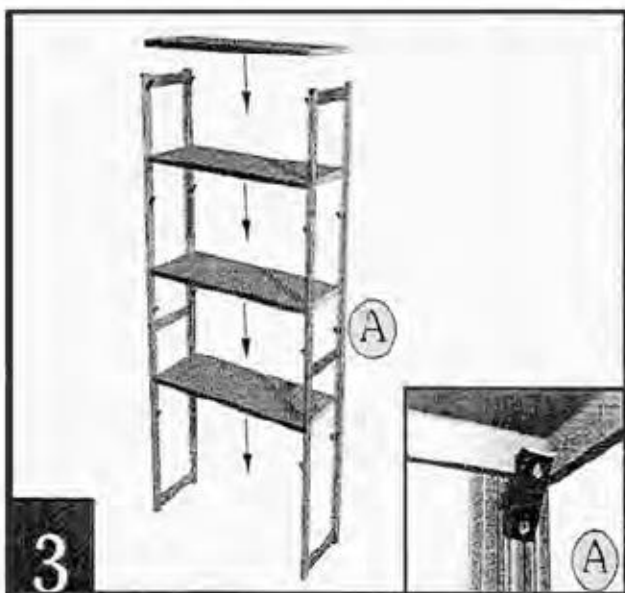

Рис.3 Установка полок
3. Установите спаренные стойки на расстоянии 700мм, 1000мм (в зависимости от типоразмера полок) кронштейнами друг к другу, спустите одну сторону полки на кронштейны до упора, а затем с усилием нажмите на противоположный край полки до полного зацепления (рис.3)